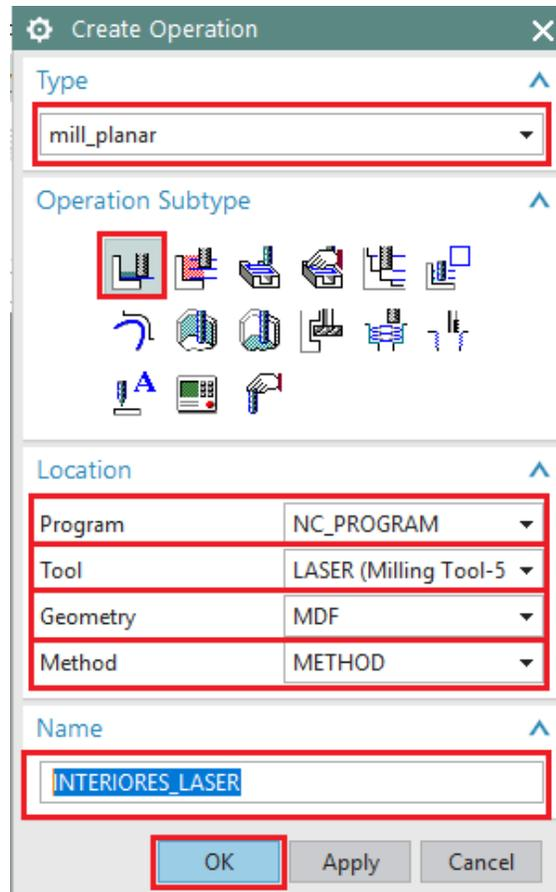

Figura 3.25 Create Operation
- En la ventana **Create Operation** realizar los siguientes ajustes (Figura 3.25).